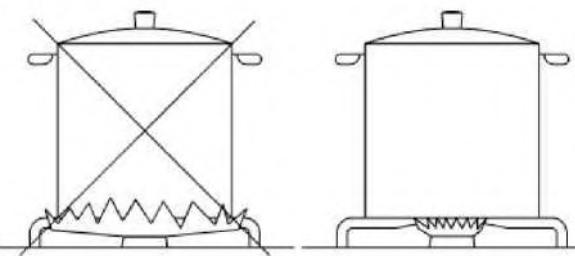

FIG. 2
- Utilize tachos adequados a cada queimador (ver a tabela seguinte fig. 2)